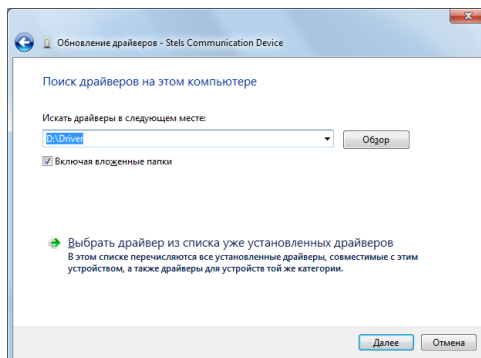

Рис. 5.5. Выбор пути к папке *Driver*
- В открывшемся окне поиска драйверов укажите путь к папке *Driver* на компакт-диске из комплекта поставки или к папке, в которую драйвер был загружен с веб-сайта ООО «НПП «Стелс», и нажмите кнопку *Далее* (рис. 5.5).